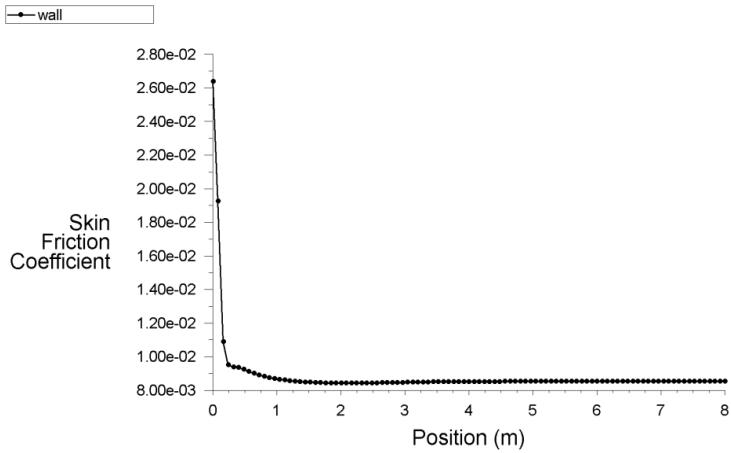

Рис. 2.22
- 4) Жмем кнопку Plot. В графическом окне, рис. 2.22, появится распределение местного коэффициента трения вдоль стенки трубы.